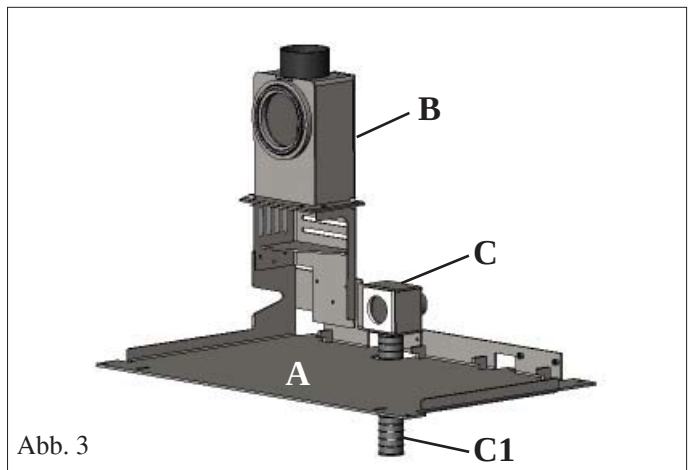

Abb. 3
- Den Rauchabzug (nicht mitgeliefert) auf die Rauchleitung (B) und das Rohr Ø 40 mm (C1 - nicht mitgeliefert) auf die Primärluftleitung (C) setzen. Das Rohr Ø 40 mm (C1 - nicht mitgeliefert) kann von unter der Grundplatte installiert werden (A) siehe Abb. 3.